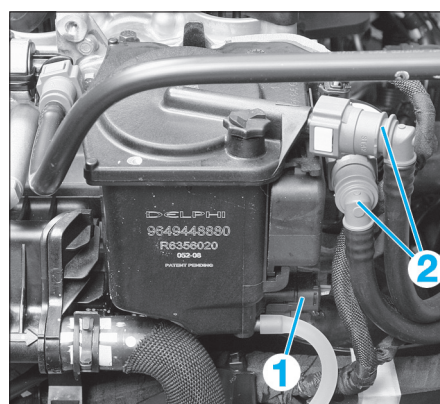

FIG. 58
- le connecteur du détecteur de présence d'eau (1) (Fig.58).
- les canalisations d'arrivée et de sortie (2) du filtre à carburant puis obturer les orifices.